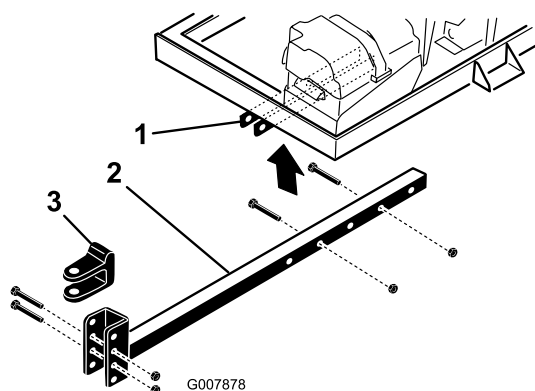

Figura 5
2. Inserite il tubo dell'attacco di traino nelle staffe del telaio (Figura 5). Fissate il tubo al telaio con 2 bulloni (3/8 x 3 pollici) e dadi flangiati (3/8 pollice).
- Togliete i bulloni e i dadi di bloccaggio che fissano l'uncino dell'attacco di traino (Figura 5) al tubo dell'attacco stesso.
- Rimuovete i bulloni e i dadi che fissano il tubo dell'attacco di traino alle staffe del telaio (Figura 5).